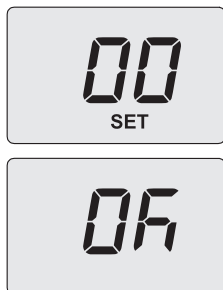

Figura 8.5
Sul display compare la scritta "**SET**" (Figura 8.5).
- Premendo il tasto 13 (Figura 8.2) si ottiene la conferma del valore inserito. Sul display appare per 3 sec. la scritta "**OK**" (Figura 8.5), per poi visualizzare la lista dei parametri.